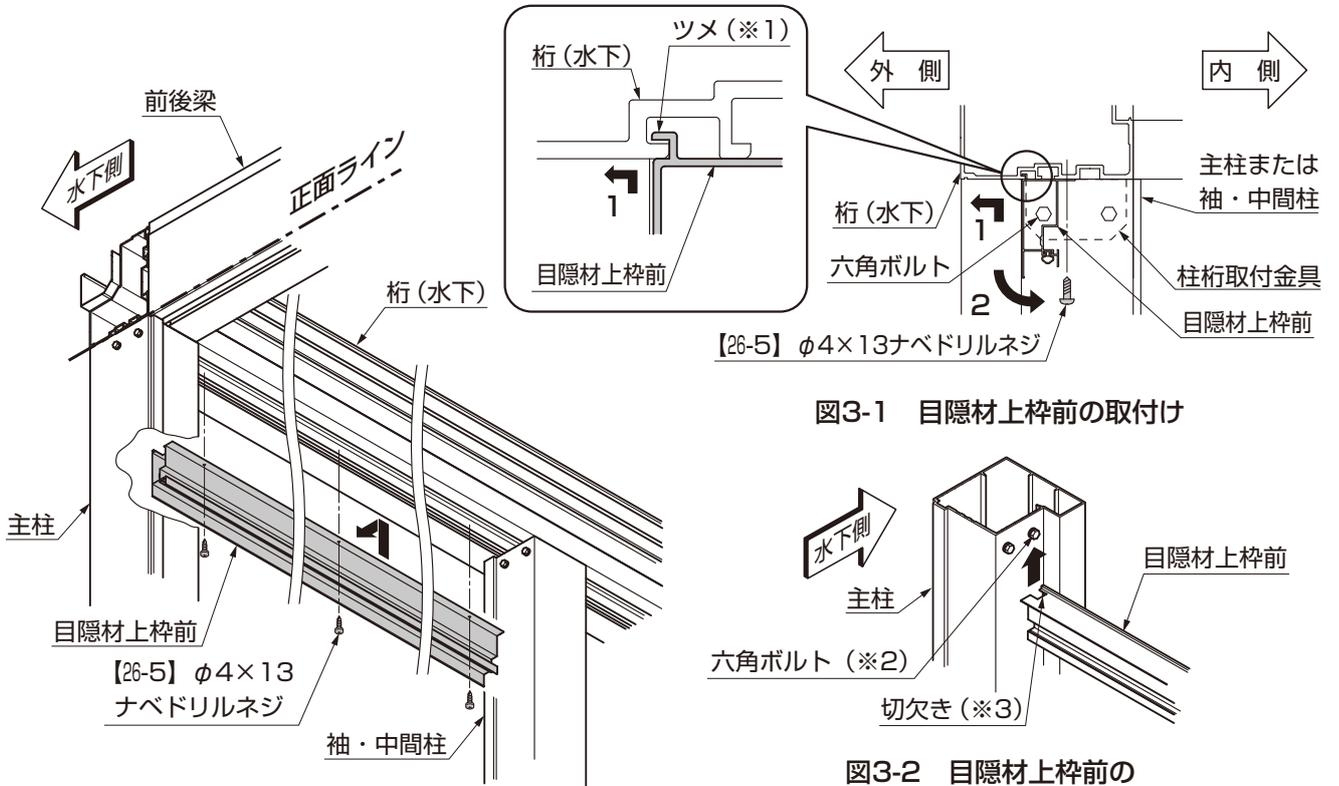

図3-1 目隠材上枠前の取付け
①目隠材上枠前のツメ(※1)を、桁底部の溝に引っ掛けて、【26-5】で固定してください。(図3-1参照)